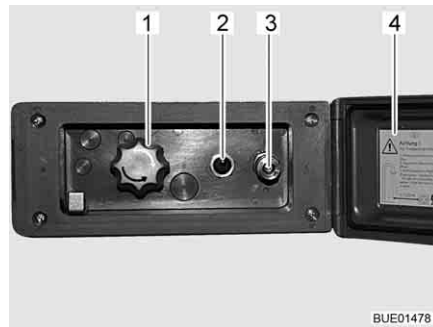

Bild 139 Duschanschluss außen
- Deckel (Bild 139,4) entriegeln und öffnen.
- Schlauch der Außendusche am Schnellverschluss (Bild 139,3) anschließen.
- Wasserpumpe mit Schalter (Bild 139,2) einschalten.
- Wassertemperatur mit Drehknopf (Bild 139,1) nach Wunsch einstellen.
- Wasserpumpe mit Schalter (Bild 139,2) ausschalten.
- Deckel (Bild 139,4) schließen und mit Schlüssel verriegeln.
- Drehknopf (Bild 139,1) auf Mittelstellung stellen.